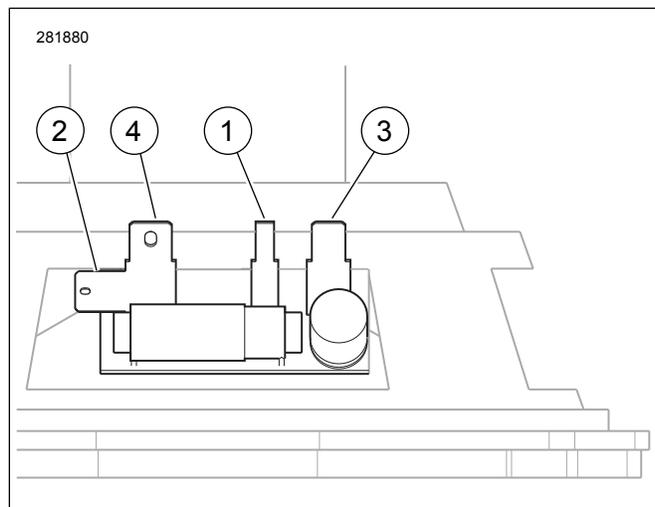

Figura 5. Terminales de paleta de altavoz "Bagger"
3. Consulte la Figura 5. Conecte los cables del tweeter montado en la parrilla en los terminales de paleta (1) y (2) en la parte trasera del altavoz. Los contactos de paleta de tamaño diferente impiden un armado incorrecto.
6. Consulte la Figura 5. Instale los terminales hembra del arnés del vehículo en los terminales de paleta (3) y (4) en la parte trasera del altavoz. Los contactos de paleta de tamaño diferente impiden un armado incorrecto.